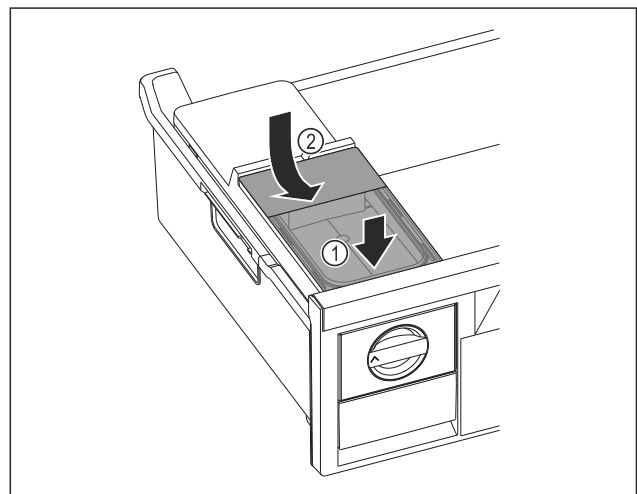

Fig. 122
- ▶ Помістити бак для води спереду. Fig. 122 (1)
- ▶ Опустити бак для води ззаду. Fig. 122 (2)